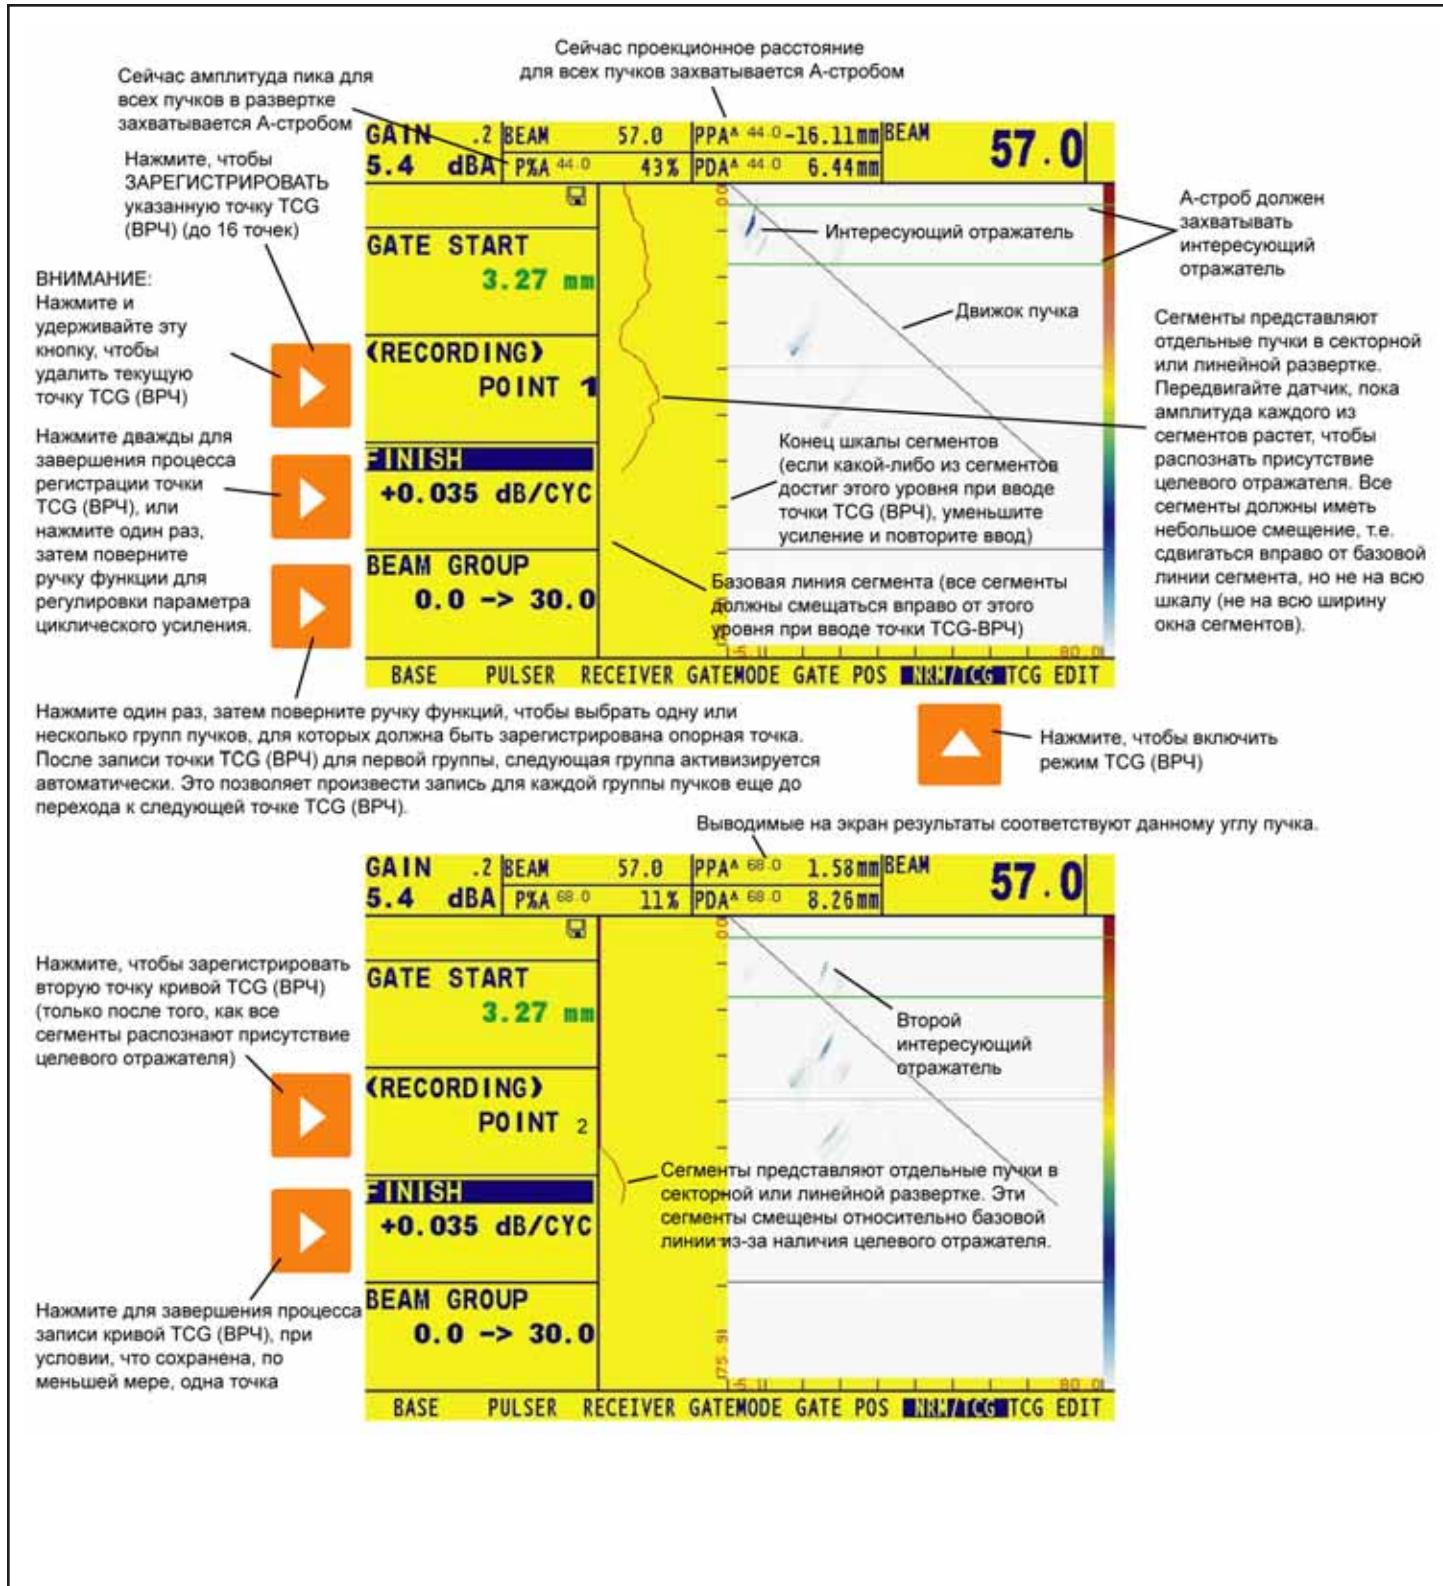

РИСУНОК 3-9—Процесс записи кривой TCG (BP4)
**Шаг 3:** Запустите процесс записи, дважды нажав кнопку рядом с RECORD (ЗАПИСЬ), чтобы появилась ТОЧКА 1 (POINT 1). Присоедините ФАР-датчик к стандарту так, чтобы, по крайней мере, один «шаговый» сегмент в левой части дисплея (см. Рисунок 3-9) показывал присутствие отражателя. Как видно из Рисунка 3-9, сегменты смещаются вправо от положения их базовой линии, и это смещение пропорционально их максимальной амплитуде. Обратите внимание, что изменение усиления или смещение ПОРОГА строба A приведет к изменению амплитуды, при которой этот отражатель детектируется в стробе A.